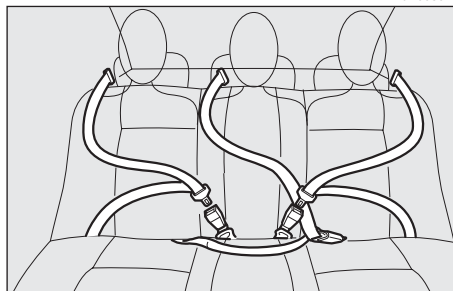

fig. 36
Il sedile posteriore è dotato di cinture di sicurezza inerziali a tre punti di ancoraggio con arrotolatore per i posti laterali e per il posto centrale (fig. 36).
*Per garantire la massima protezione, le cinture per i posti posteriori devono essere allacciate secondo lo schema di fig. 36.*